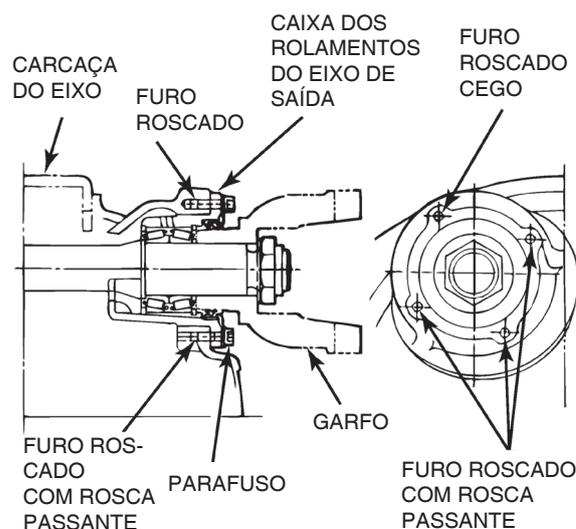

Figura 5.111
9. Aplique um filete de 6 mm (0.25") de comprimento de selante loctite 518 no interior dos furos roscados localizados nas posições de duas, cinco e oito horas. Figura 5.111.